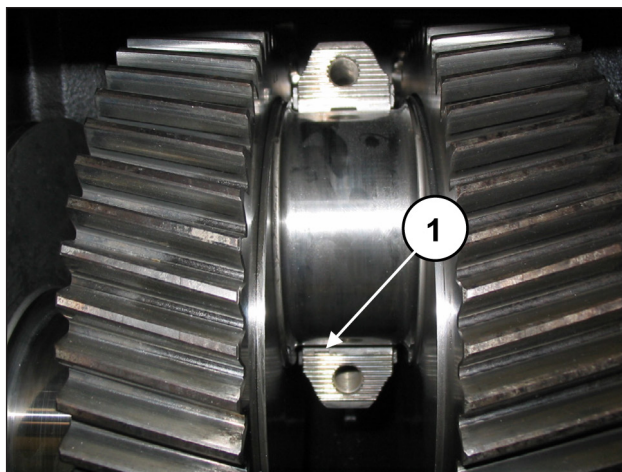

Fig. 82
Per un corretto montaggio dei semicuscinetti assicurarsi che la linguetta di riferimento dei semicuscinetti venga posizionata nell'apposito alloggiamento sulla semibiella (pos. ①, Fig. 82).